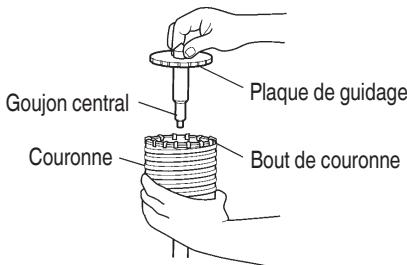

Fig. 19
- Engager la plaque de guidage dans la couronne et tourner la plaque de guidage à gauche ou à droite de manière à ce qu'elle ait une orientation stable, même si elle est orientée vers le bas. (Fig. 19)